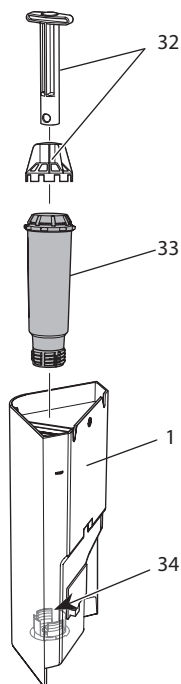

Fig. 18: Înșurubarea și deșurubarea filtrului de apă
7. Introduceți un filtru nou în rezervorul de apă (consultați Fig. 18).
2. Scoateți filtrul de apă (consultați *Fig. 18*).